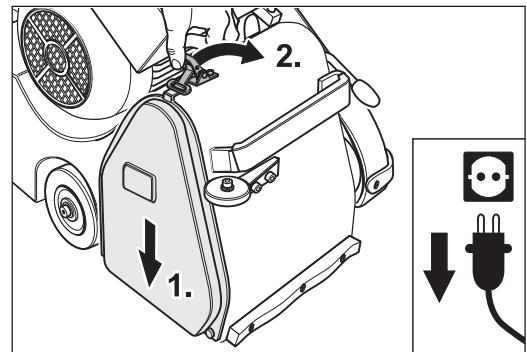

Abb. 33 Nach erfolgreicher Überprüfung und Einstellung des Schleifbandlaufs das Abdeckblech wieder anbringen.
- 11 Bringen Sie nach der erfolgreichen Überprüfung und Einstellung des Schleifbandlaufs das Abdeckblech wieder an (Abb. 33).